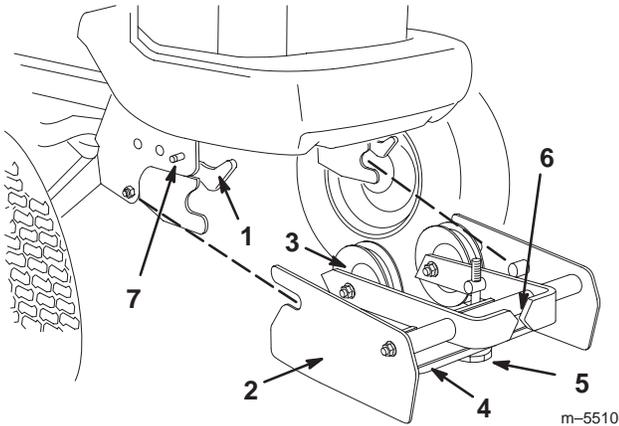

Bild 5
4. Montieren Sie ggf. den Riemen-Umlenbock am Traktor (Bild 5).